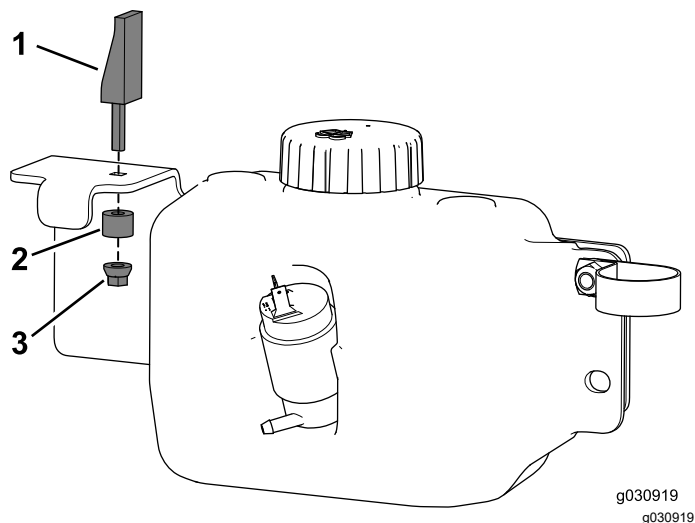

Figura 45
- Instale el cierre de expansión en el soporte del depósito (Figura 45).